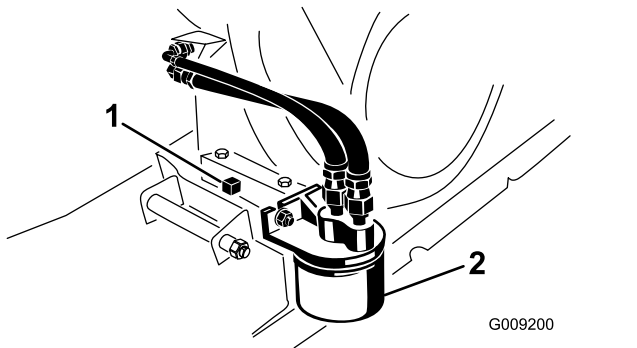

Figure 33
2. Déposez le filtre à huile (Figure 33).
4. Vissez le filtre neuf sur l'adaptateur jusqu'à ce que le joint touche la plaque de montage, puis serrez-le encore de 1/2 à 3/4 de tour (Figure 33).
6. Placez un bac de vidange de 1,8 litre sous le bouchon de vidange (Figure 33).
7. Enlevez le bouchon de vidange et le joint (Figure 33).